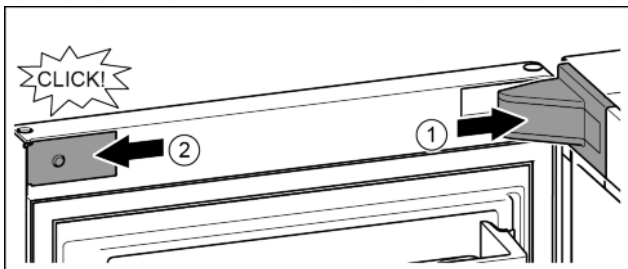

Fig. 22
- ▶ Nasadíte a zaklapnete kryt stojanu ložiska, příp. opatrně přitlačíte od sebe. Fig. 22 (1)
- ▶ Z boku nasadíte záslepku a zaklapnete. Fig. 22 (2)